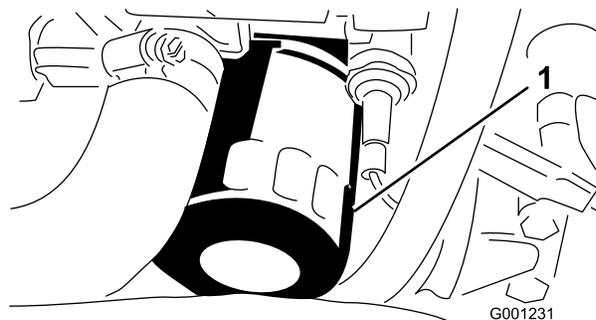

Figura 49
- Togliete il filtro dell'olio e sostituitelo (Figura 49).